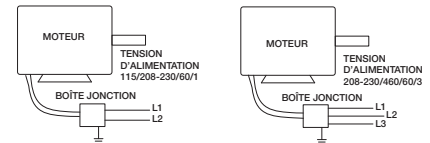

Figure 7 — Schéma de câblage typique
- Poser et câbler le sectionneur de sécurité sous le capot de ventilateur et câbler le moteur conformément au schéma de câblage. Voir Raccordement électrique, Figure 7, page 5. Câbler les commutateurs de commande au niveau du sol.
- Poser et câbler le sectionneur de sécurité sous le capot de ventilateur et câbler le moteur conformément au schéma de câblage sur le moteur. Câbler les commutateurs de commande au niveau du sol. Voir Raccordement électrique, page 5, Figure 7.
**REMARQUE :** Voir le schéma de câblage à la Figure 7.